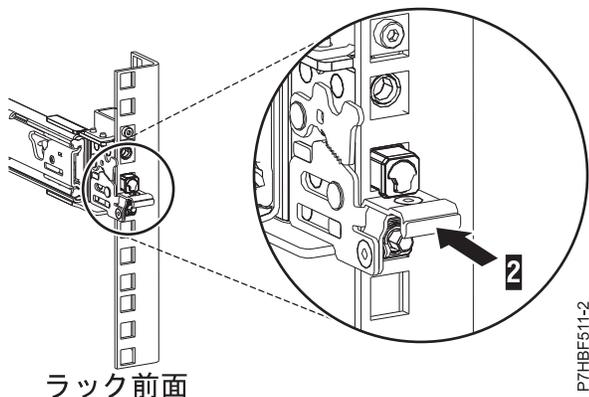

図 5. ラックの前面レールに取り付けられているラッチ
5. スライド・レールを前方に引きながら、3 つのピンがラックの穴から突出していることを確認した後に前面ラッチ (2) を最後まで押し込みます。詳しくは、6 ページの図 5 を参照してください。